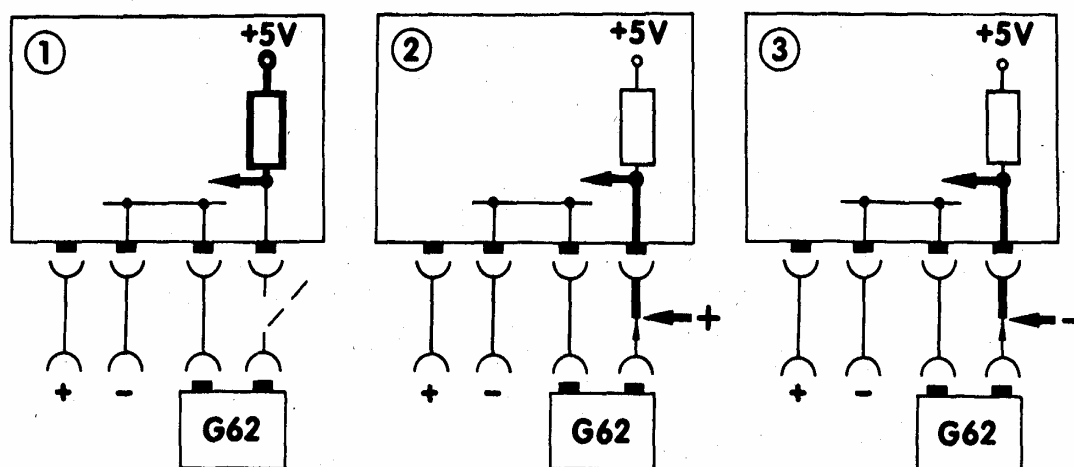

Рис. 5: Принцип контроля и обнаружения неисправностей.
1. *Обрыв провода* (сравните Рис. 5, поз. 1). В этом случае, на входе центрального процессора (к которому подключен датчик температуры охлаждающей жидкости G 62) из-за коммутации логических схем внутри центрального процессора приложено напряжение 5В.
2. *Короткое замыкание с плюсом бортовой сети питания* (сравните Рис. 5, поз. 2). При замыкании с плюсом (например, в каком-либо разъёме) на вход центрального процессора (к которому подключен датчик температуры охлаждающей жидкости G 62) приложено также напряжение не ниже 5В.
Таким образом неисправность в работе датчика температуры охлаждающей жидкости G 62 обусловлена коротким замыканием на массу (сравните Рис.5, поз. 3). При замыкании на массу, например при повреждении изоляции кабеля, на вход центрального процессора (к которому подключен датчик температуры охлаждающей жидкости G 62) не поступает ни какого напряжения.
Проверьте величину напряжения и его полярность на разъёме автомобиля (Рис. 5а). Напряжение бортовой сети должно составлять не менее 10В (в случае необходимости подзарядите аккумуляторную батарею).